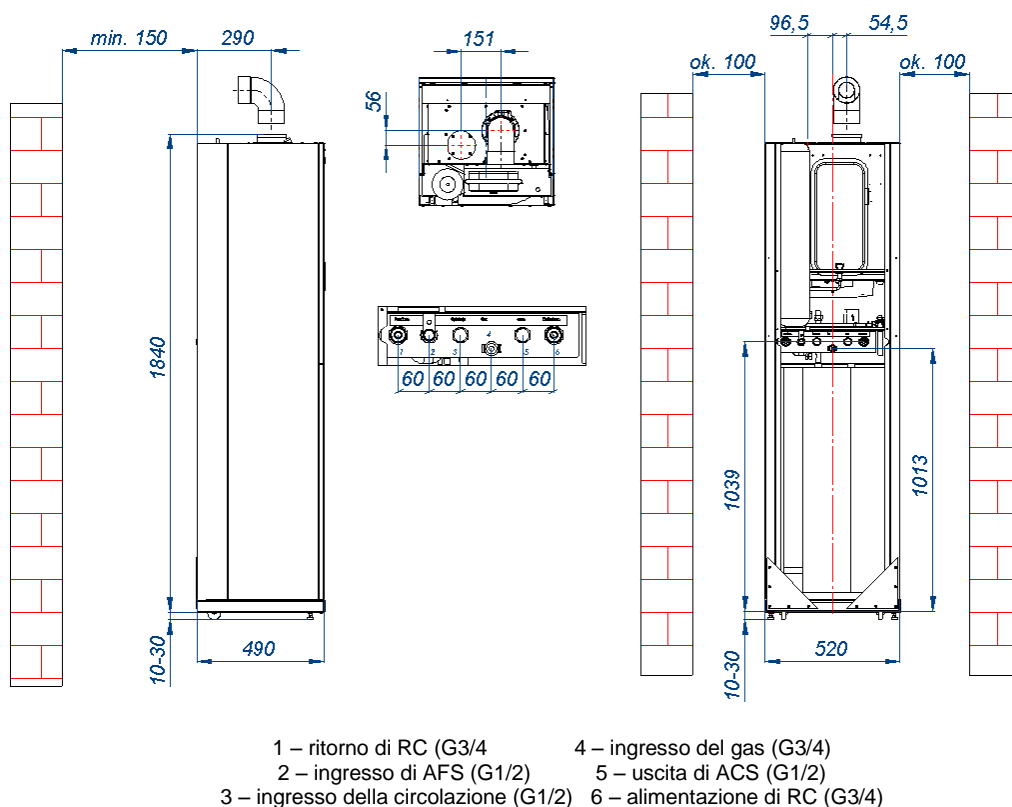

Fig. 3.3.1 Dimensioni d'installazione delle caldaie
- Avvitare i raccordi d'alimentazione e di ritorno del RC della caldaia a mezzo di connettori d'installazione. Il posizionamento dei raccordi è presentato nella fig. 3.3.1.
- Si consiglia di far entrare l'acqua dalla valvola di sicurezza a 0,3 MPa (3 bar) (pos.25) alla canalina di scarico a mezzo di tubo o di tubo flessibile, in quanto il funzionamento della valvola può causare l'allagamento del locale, per il quale il fabbricante non è responsabile.